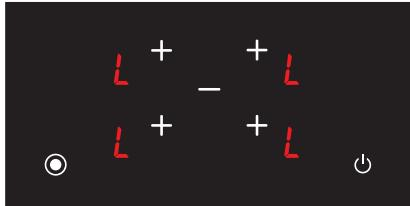

Рис. 20
1. Значок  $L$  відображається на всіх індикаторах у тому разі, якщо увімкнені плити в режим захисту від дітей (Див. рис. 20). Значки  $L$  і  $H$  відображаються у разі, якщо будь-яка конфорка є гарячою. Можна увімкнути або вимкнути плиту тільки за допомогою кнопки  $\odot$ .